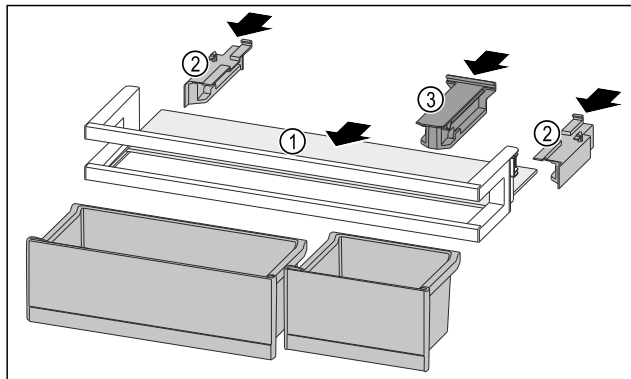

Fig. 134
- ▶ Abstellfläche Fig. 134 (1) in die seitlichen Aussparungen einschieben.
- ▶ Seitenteile Fig. 134 (2) einsetzen.
- ▶ Halteteil Fig. 134 (3) einsetzen.